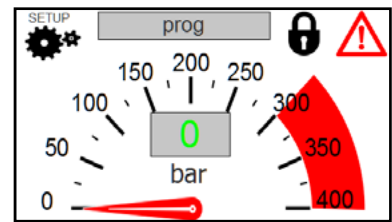
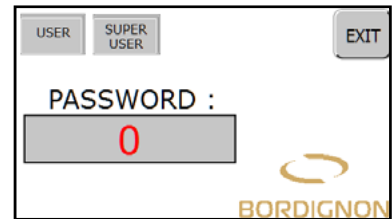

Abb. 13
Abb. 14
- Wenn das Vorhängeschloss auf dem Hauptbildschirm (Abb. 13) geschlossen ist, tippen Sie auf das Schloss-Symbol, geben Sie das aktuelle Passwort ein und wechseln Sie in den SUPERUSER-Modus. Das SUPERUSER-Symbol (Abb. 14) wird nun grün.
- Drücken Sie das Bordignon-Logo (Abb. 14) und ein neues Fenster zur Passwort-Einstellung öffnet sich.